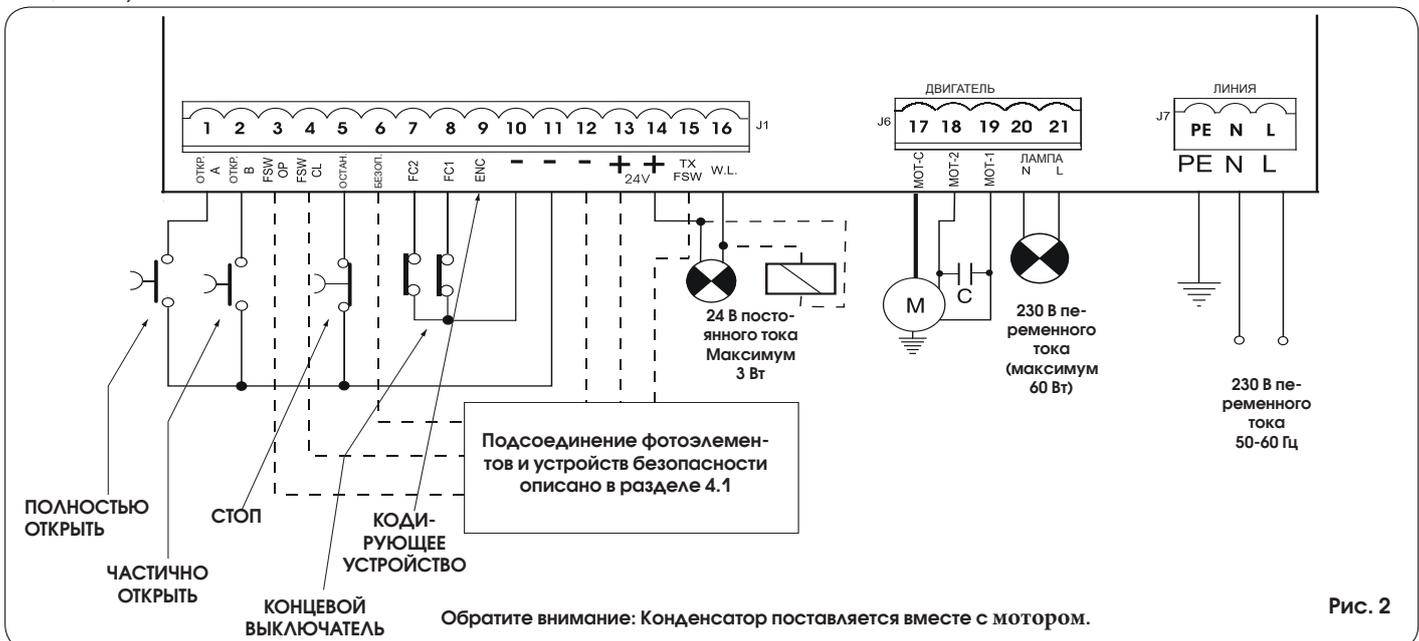

Рис. 2
4.2 КЛЕММНАЯ ПАНЕЛЬ – ИСТОЧНИК ПИТАНИЯ (РИС.2) .....	6
4.3 КЛЕММНАЯ ПАНЕЛЬ J6 – ДВИГАТЕЛИ И СИГНАЛЬНАЯ ЛАМПА (РИС. 2) .....	6
4.4 КЛЕММНАЯ ПАНЕЛЬ J1 – ДОПОЛНИТЕЛЬНЫЕ УСТРОЙСТВА (РИС. 2) .....	6
- Подключите заземляющий кабель к соответствующему контакту разъема J7 на блоке управления (см. рис.2).
**4.2 Клеммная панель – Источник питания (Рис.2)**
**4.3 КП J6 – Двигатели и сигнальная лампа (Рис.. 2)**
**4.4 КП J1 – дополнительные устройства (Рис.2)**
**FC1 / FC2- Контакты концевых выключателей открывания и закрытия (входы 7 и 8).** Концевые выключатели открывания и закрытия предназначены для того, чтобы установить опорную точку для остановки или для начала замедления (до или после срабатывания концевых выключателей), или для торможения привода (см. расширенное программирование в разделе 5.2). Устройство концевого выключателя должно иметь нормально замкнутый контакт для соединения входа (FC1 или FC2) и вывода оборудования (см. рис. 2) **ПРИВОД ДЛЯ РАЗДВИЖНЫХ ВОРОТ:** правильное подключение концевых выключателей и двигателя описано в разделе 4.6.